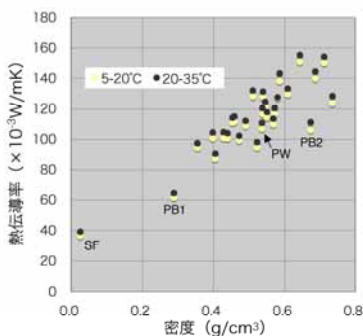

図2 密度と熱伝導率
- 密度の大きい試験体ほど熱伝導率が高い傾向(図2)。すなわち、密度の大きい試験体ほど断熱性が低い。